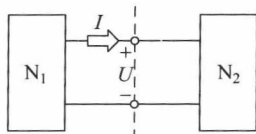

图 1.1.2 二端网络概念
(1) 二端网络：如图 1.1.2 所示的模型， N_1 、 N_2 由电路元件相联接组成、对外只有两个端钮，这个网络整体称为二端网络。
(2) 等效的本质：两个二端网络等效是指对二端网络外部电路而言，它们具有相同的伏安关系。